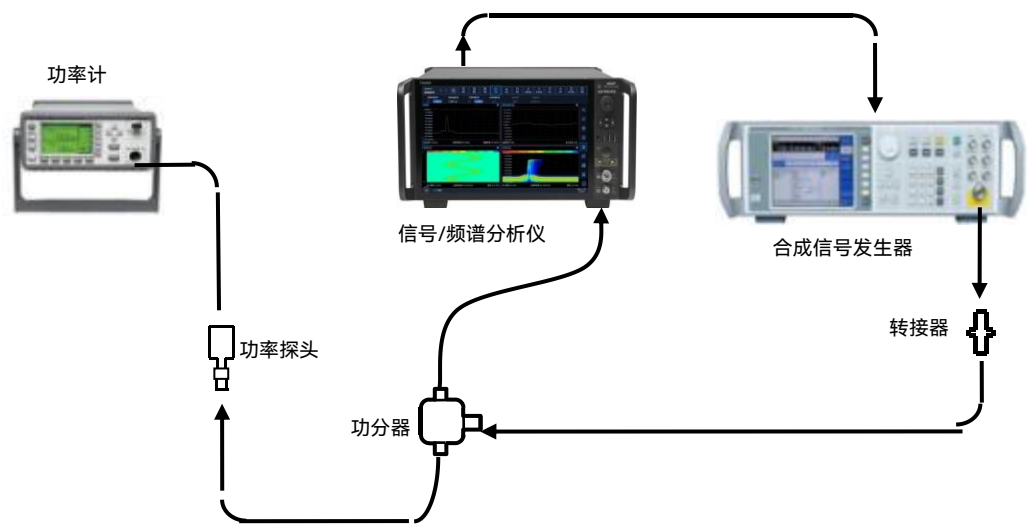

图 7.32 电子衰减器频率响应测试示意图 (100MHz ~ 8.4GHz)
- 1) 按照图 7.32 所示连接测试仪器,功分器的一端口与 4082 的射频输入 1 端口连接,4082 的 10MHz 参考输出为合成信号发生器提供 10MHz 的外部参考输